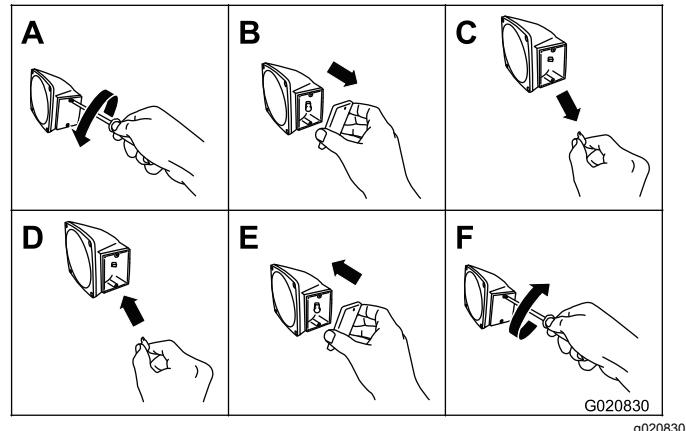

Figure 54
1. À l'aide d'un tournevis, retirez les 2 vis du petit verre rectangulaire sur le côté du feu (Figure 54).
2. Déposez le verre (Figure 54).
3. Sortez l'ampoule de la douille (Figure 54).
4. Poussez une ampoule neuve 168 dans la douille (Figure 54).
5. Reposez le verre et les 2 vis (Figure 54).